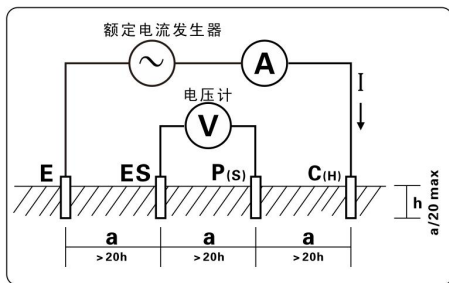

图 2（土壤电阻率测量原理图）
4. 土壤电阻率(ρ)测量采用 4 极法(温纳法): **E** 接地极与 **C(H)** 电流极间流动交流电流 **I**, 求 **P(s)** 电压极与 **ES** 辅助地极间的电位差 **V**, 电位差 **V** 除以交流电流 **I** 得到接地电阻值 **R**, 电极间距离为 **a(m)**, 根据公式 $\rho = 2 \pi a R (\Omega m)$ 得出土壤电阻率的值, **C(H)-P(s)** 的间距与 **P(s)-ES** 的间距相等时(都为 **a**)即为温纳法。为了计算方便, 请让电极间距 **a** 远大于埋设深度 **h**, 一般应满足 $a > 20h$, 见图 2。